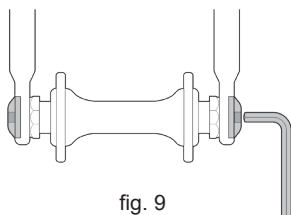

fig. 9
- Pusta osi z wałkiem (szpilką) przebiegającym przez nią, która ma nakrętkę na jednym końcu i sześciokątny łeb, dźwignię zatrasku lub inny zaciskający mechanizm na drugim (przez śrubę) (rys. 9).
3. Jeśli rower jest wyposażony w mocowanie koła za pomocą śruby mocującej (rys. 9 i 10), poluzuj mocowanie(a) za pomocą odpowiedniego klucza, klucza blokady lub uchwytu, wykonując kilka obrotów w kierunku przeciwnym do ruchu wskazówek zegara. Następnie przejdź do kroku 4.